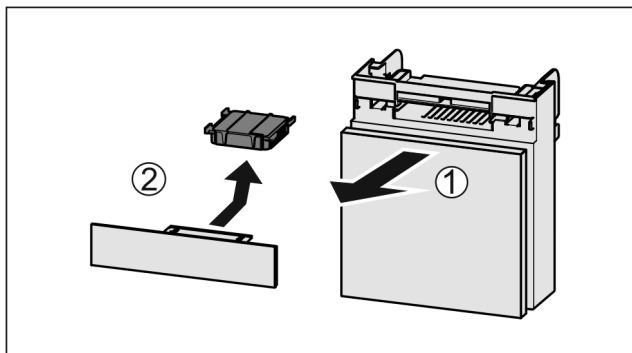

Fig. 166
- Estrarre il vano tirando in avanti Fig. 166 (1).
- Rimuovere il filtro a carboni attivi Fig. 166 (2).